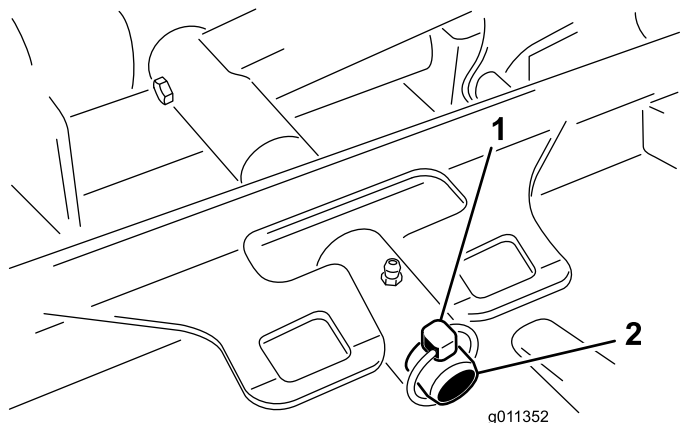

図 85
3. デッキのキャリアフレームを昇降アームのピボットピンに固定しているリンチピンGM4700の場合はリテーナナットを外す図85。
3. デッキのキャリアフレームを昇降アームのピボットピンにセットする。リンチピンまたはリテーナナット GM 4700の場合で固定する 図 85。